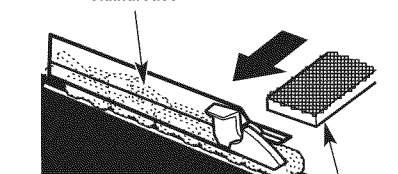

Fig. 48
- Faites pivoter le guide-chaîne fréquemment à intervalles réguliers (par exemple, après toutes les 5 heures de fonctionnement), afin d'assurer une usure uniforme sur le haut et le bas du guide-chaîne (Fig. 48).